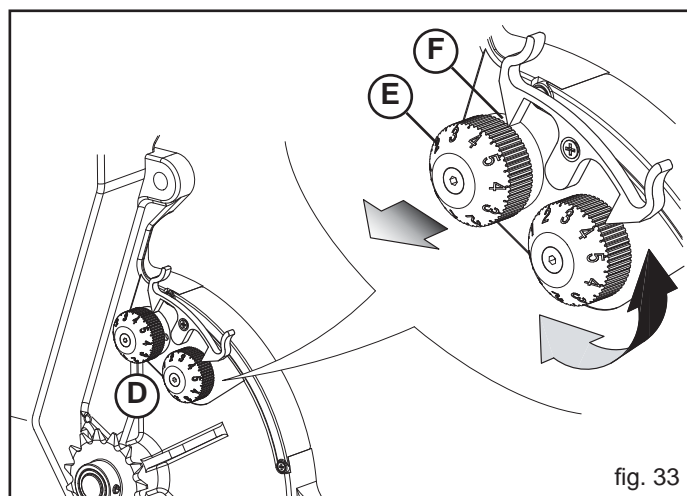

fig. 33
Ce deuxième sélecteur (D, Fig. 33) permet d'obtenir une ultérieure et plus soignée sélection des graines sur le disque. Si le micro-sélecteur obstrue le passage de certains types de grain, on recommande de l'exclure, en tirant sur le bouton (E, fig. 33) jusqu'à l'accrochage au bord de l'index (F, Fig. 33). Dans le cas de semis avec le hachoir DR (Fig. 22), deux micro-sélecteurs seront utilisés.
La plaquette anti-débordement (1 Fig. 33) est réglable dans quatre positions et définit l'amplitude de la section d'entrée des graines (2 Fig. 33), de sorte que ces derniers ne peuvent pas sortir du distributeur en cas d'alimentation excessive. Le réglage est particulièrement nécessaire en cas de terrains à très forte pente ou lorsqu'il s'agit de graines très petites.
N.B. : Vérifier que la poignée (3, Fig. 33) est bien serrée.